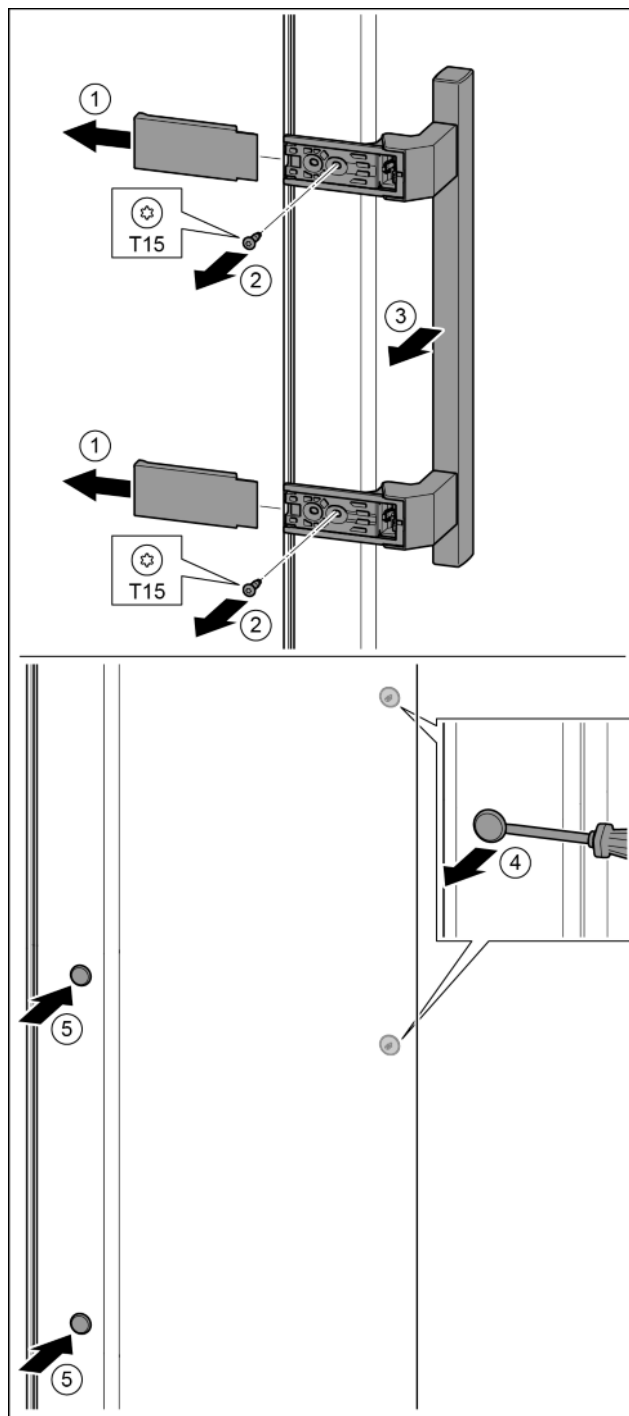

Fig. 38
- ▶ Снять крышку. Fig. 38 (1)
- ▶ Выкрутить винты отверткой T15. Fig. 38 (2)
- ▶ Снять ручку. Fig. 38 (3)
- ▶ Осторожно приподнять шлицевой отверткой боковые заглушки и вынуть их. Fig. 38 (4)
- ▶ Заглушки снова вставить с другой стороны. Fig. 38 (5)